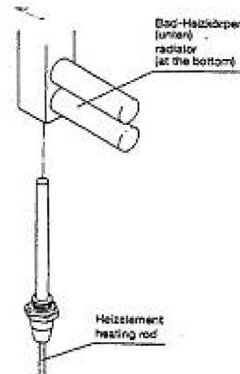

Abb. 1
1. Boringen 10 mm Ø aftekenen, ca. 50 mm diep boren en pluggen er in doen. Bij een betegelde wand het liefst in de voegen boren. Afbeelding 1 (afstanden vastleggen)
Die in Abb. 1 dargestellten Maße sind ca.-Maße und sollen der jeweils vorgefundenen Situation angepasst werden.
1. Bohrungen 10 mm \varnothing anzeichnen, ca. 50 mm tief bohren und Dübel einschlagen. Bei gefliesten Wänden möglichst in die waagerechten bzw. senkrechten Fugen bohren. Die in Abb. 1 dargestellten Maße sind ca.-Maße und sollten der bauseits vorgefundenen Situation angepasst werden. Der Bohrabstand zwischen den oberen Bohrungen und der unteren Bohrung beträgt bei: siehe oben.